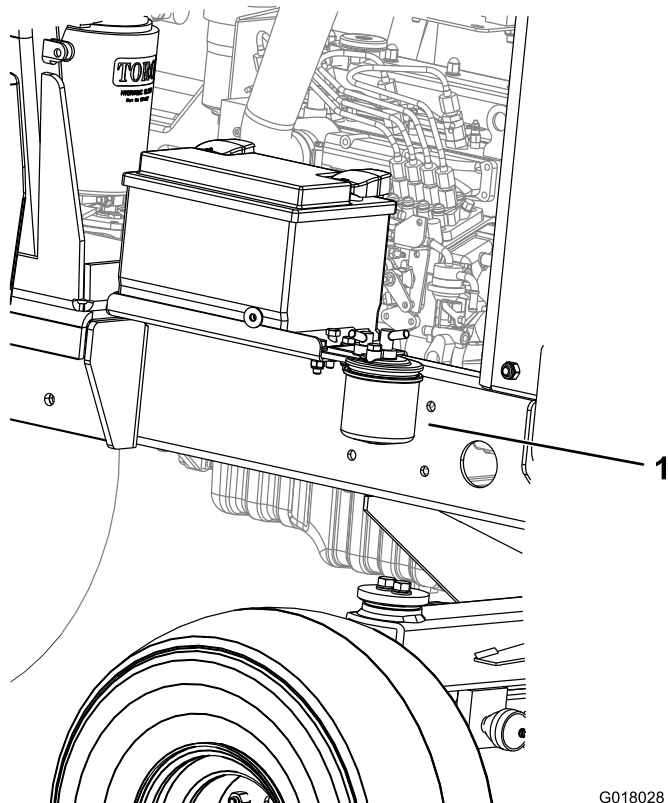

Figura 52
1. Mettete un contenitore pulito sotto la scatola del filtro del carburante (Figura 52).